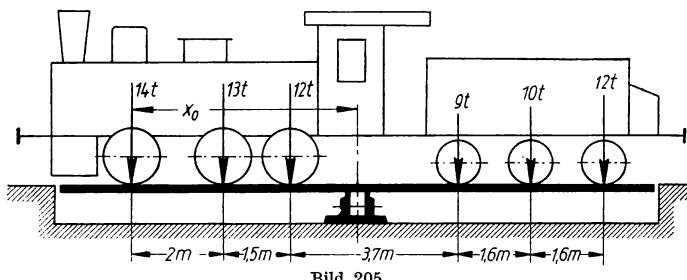

Bild 205
- 331.** Eine Lokomotive mit den gegebenen Achslasten (Bild 205) soll auf einer Drehscheibe so aufgestellt werden, daß die ganze Last auf dem Drehzapfen der Scheibe in ihrer Mitte ruht. Welchen Abstand x_0 von Zapfenmitte muß die vordere Achse erhalten?